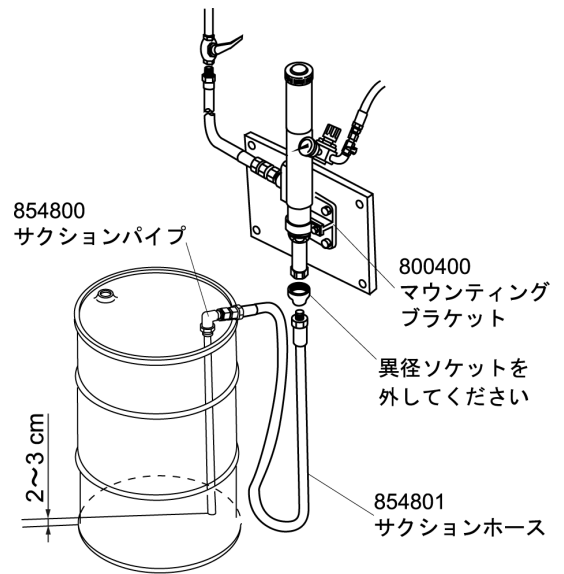

Fig.4
- 1) マウンティングブラケット(別売:製品番号 800400)のポンプ固定用バンドのボルトを緩めてバンドを取り外してください。(Fig.4)
- 5) 前項 [ドラムポンプの場合] 4)項と同じようにドラム缶底とサクシオンチューブ吸入口の間隔を調整してください。(Fig.4)